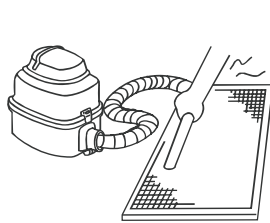
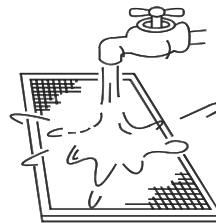

Abb. 5-5
Abb. 5-6
- Die Lufteinlass Seite sollte nach oben gestellt werden, wenn Sie den Staubsauger (Abbildung 5-5) benutzen, während es nach unten gelegt werden sollte, wenn das Wasser für den Filter verwendet wird. (Abbildung 5-6).